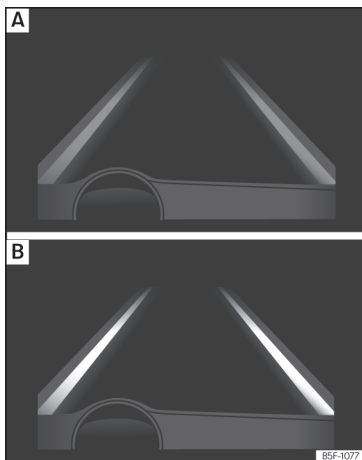

Fig. 267 En la pantalla del cuadro de instrumentos: indicación en la pantalla del sistema de aviso de salida del carril (ejemplo 1).
- El sistema está activado, pero no disponible, bien por no haber alcanzado la velocidad mínima o bien porque no reconoce las líneas de carril »» fig. 267 A.
- El sistema está activado y disponible, tiene las dos líneas del carril reconocidas. En este momento no está corrigiendo la trayectoria »» fig. 267 B.